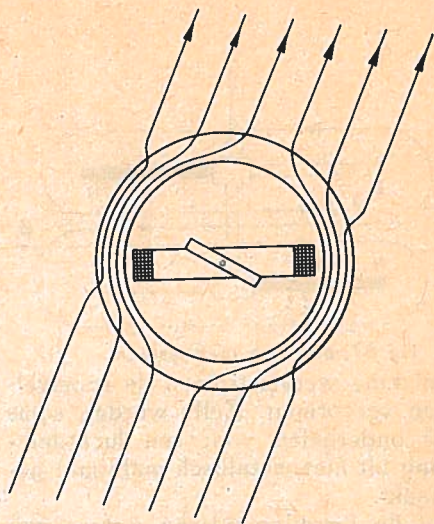

Fig 65, afgeschermd electro-dynamisch meetsysteem
1. het meetsysteem magnetisch afschermen, zie fig 65;